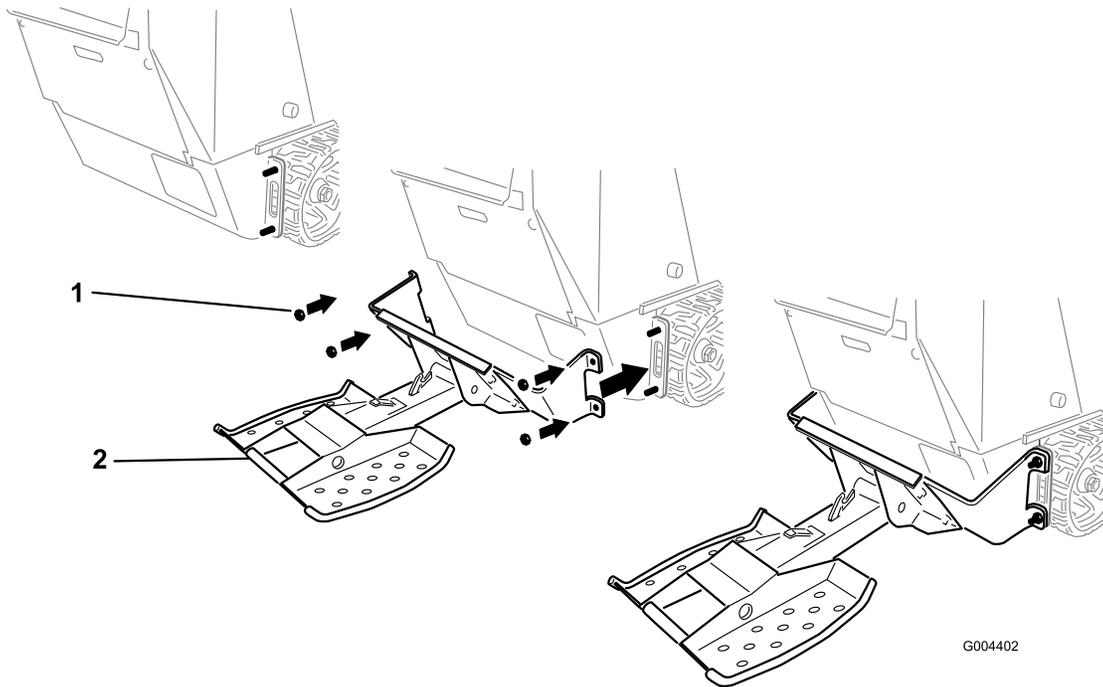

Figura 5
5. Montate le staffe di montaggio nei 4 bulloni (1/2 x 1-1/2 pollici) precedentemente inseriti e fissatele con 4 dadi a testa flangiata (1/2 pollice) (Figura 5).